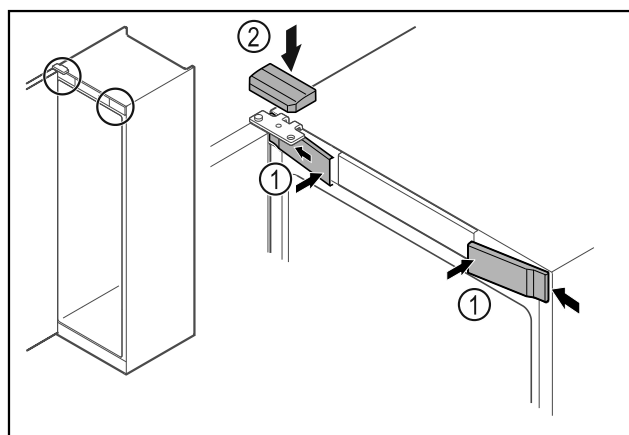

Fig. 49 *
- ▶ Закачете предните капаци Fig. 49 (1) отстрани и фиксирайте.*
- ▶ Фиксирайте горния капак Fig. 49 (2) отгоре.*